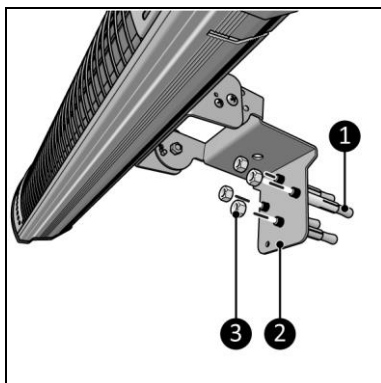
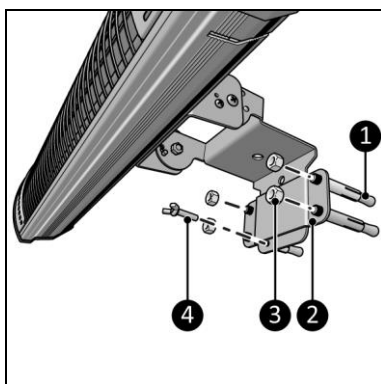

Figura 9
Figura 10
- Fixat pe perete (Figura 9).
- Detașabil de pe perete (Figura 10).
1. Atașați consola de suspendare (Figura 9, poz. 2) orizontal pe perete, cu ajutorul celor patru șuruburi de ancorare (Figura 9, poz. 1) și cu ajutorul celor patru piulițe (Figura 9, poz. 3).
1. Atașați consola de perete (Figura 10, poz. 2) orizontal pe perete, cu ajutorul celor patru șuruburi de ancorare (Figura 10, poz. 1) și cu ajutorul celor patru piulițe (Figura 10, poz. 3).
2. Așezați consola de suspendare (Figura 9, poz. 2) în spatele consolei de perete (Figura 10, poz. 2).
3. Așezați șurubul fluture (Figura 10, poz. 4) în consola de suspendare (Figura 9, poz. 2).